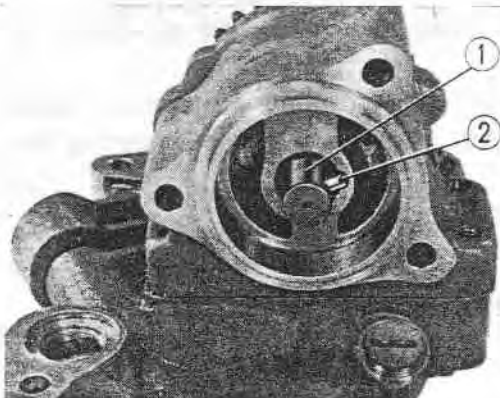

Fig. 3-11 ① Axe de rotor de la pompe à huile
4. Pour déposer les rotors de la pompe à huile, démonter le couvercle latéral et déposer le rotor A (côté refoulement); ensuite, enlever la goupille et extraire l'axe du corps du rotor. Ceci permet de déposer le rotor B (côté aspiration) (Fig. 3-11).